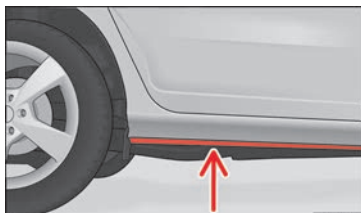

Fig. 180 Vadeando.
- Determine la profundidad del agua antes de entrar. El agua puede alcanzar, como máximo, hasta por debajo del larguero inferior del vehículo » **fig. 180**.